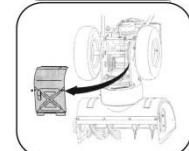

Figure 15
2. Tourner avec précaution la souffleuse à neige vers le haut et vers l'avant pour qu'elle repose sur le boîtier de la charrue. Retirez le couvercle du cadre du dessous de la souffleuse à neige, en retirant les quatre vis auto-taraudeuses qui le fixent. Reportez-vous à la Figure 15.